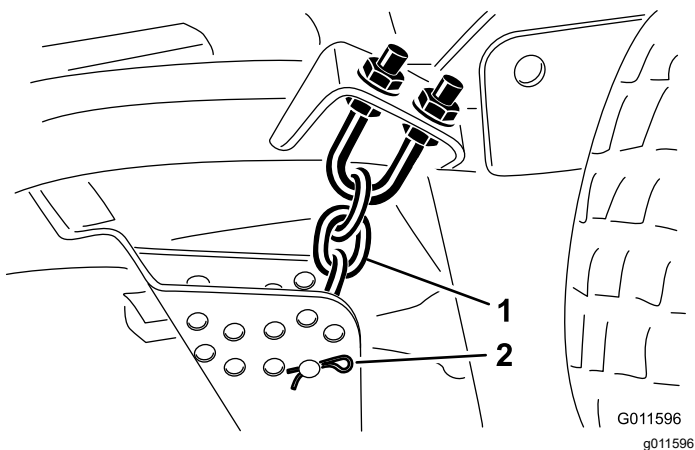

Figura 19
9. Retire el pasador de horquilla y el pasador que fijan las cadenas de ajuste de la altura de corte a la parte trasera de la unidad de corte (Figura 19).